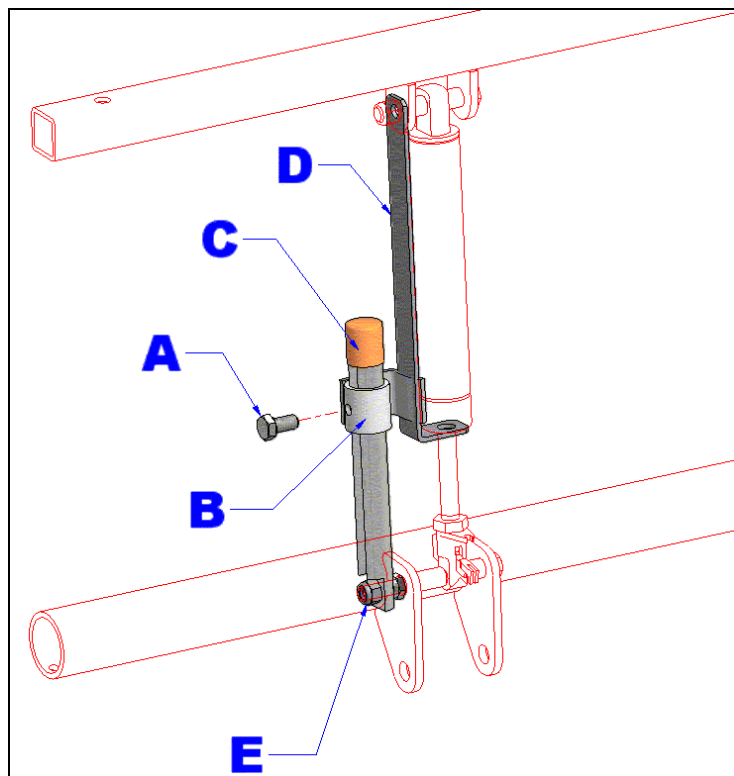

Figure 9 : Ajustement de la fin de course de la bascule.
Dans certains cas, il sera nécessaire de limiter ou d'ajuster la course de la bascule de l'assise. Seul l'angle de bascule antérieur pourra être limité (voir; figure 9).
1. Desserrer le boulon (A) de la mâchoire d'arrêt (B) (clé plate 1/2");
3. Prendre soin d'insérer la tige mobile (C) et les mâchoires d'arrêt (B) en (position engagée –voir; figure 9) et descendre la mâchoire d'arrêt (B) pour arriver en butée sur le bas de la tige de butée (D) du vérin;
4. Resserrer fermement le boulon (A) sur la tige mobile (C).